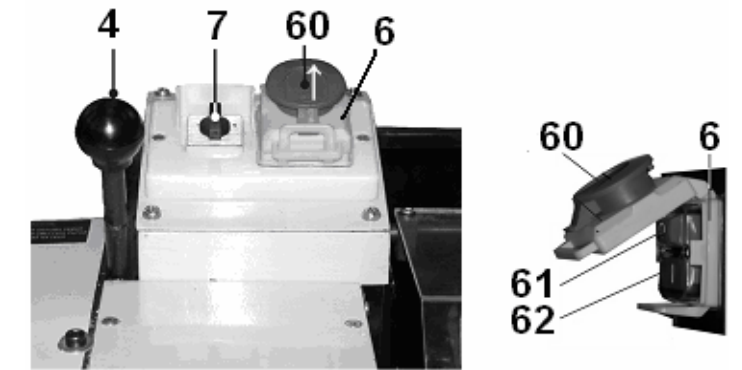

Рис. 14
10.2.2. Нажмите красную крышку (60) магнитного пускателя (6), сдвинув ее в направлении от себя, как показано стрелкой на крышке (60) магнитного пускателя (6). Откройте крышку (60) магнитного пускателя (6) после нажатия на зелёную кнопку (62) при условии, что защитный щиток (40), Рис.2, опущен (установлено устройство отключения), и переключатель (7) направления вращения шпинделя (46) установлен в одно из положений направления вращения шпинделя (46). Станок включится (начнёт вращаться шпиндель), Рис.14.
10.2.4. Направление вращения шпинделя (46) определяется положением переключателя (7) направления вращения, Рис.14.